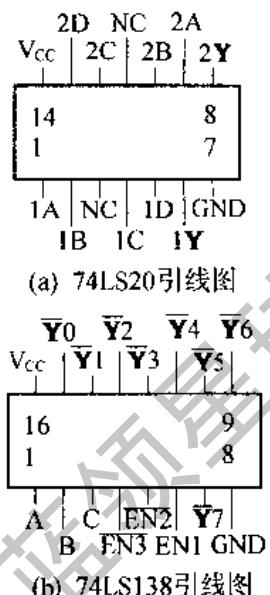

图 1.4 外引线图举例
①数字集成电路的参数比较多，对其中共同的部分已在表 1.2、表 1.3 和表 1.4 中给出，在参数表中只给出时间参数和一部分功率损耗。对逻辑门等是平均传输延迟时间  $t_{pd}$ ，对触发器等是最大时钟频率。对驱动器和缓冲器也给出输出电流这一参数。但是对 CMOS 数字集成电路因为它的静态功耗很小，所以 CMOS 电路的功耗数都没有给出，仅给出了动态参数。
②手册中用英文白体字母表示输入量，用黑体字母表示输出量。字母上方有“—”者，表示该输入量或输出量是低电平有效或代表“非”逻辑。对一些简单的电路，一般用 A、B、C、D、E、F、G、H 等表示输入量，用 Q、Y、W、Z 等表示输出量。对一些较为复杂的电路，则用输入量和输出量的英文名称的缩写表示，如 EN 为使能端，是 ENABLE 的缩写。
③在同一封装片中有相同的几个电路时，分别在相应符号的前面用数字 1、2、3 … 来区分。例如 1A、1B、1C、1D、1Y、2A、2B、2C、2D、2Y 等，这实际上是一个双 4 输入与非门的标注，它与图 1.4 所示的引线图相对应，读者一见自明。
④NC 表示空脚，即该引线没有使用。
⑤集成电路的封装形式很多，常用的有双列直插封装（DIP）、单列直插封装（SIP）、扁平封装、金属圆壳封装等。本手册以常用的双列直插封装为主。
⑥在表格中，双列直插封装的引脚编号是从半圆口或小圆点的左下方开始为 1，然后按逆时针方向顺序数，直到半圆口的左上方为止，引脚数有 8、14、16、20、24、28 和 40 等。为节省版面，引脚在一行中只从 1 排列到 16，超过 16 脚的，从 17 脚开始从右向左反过来继续在该行的上方排列，见表 1.7 中的实例。
⑦对于一些不常用的符号，在首次出现时，将在表格下方的备注中给以简单地说明。在有关表格的备注栏中也有一些简要说明。
⑧由于输入量和输出量用不同的字体表示，高电平、低电平有效也能从表中看出，再加上必要的说明，所以引出线表基本上可以起到功能表的作用。通过查表，可以对所查阅的集成电路的功能和在相应的引脚上所加的逻辑电平有所了解，这有利于正确使用。